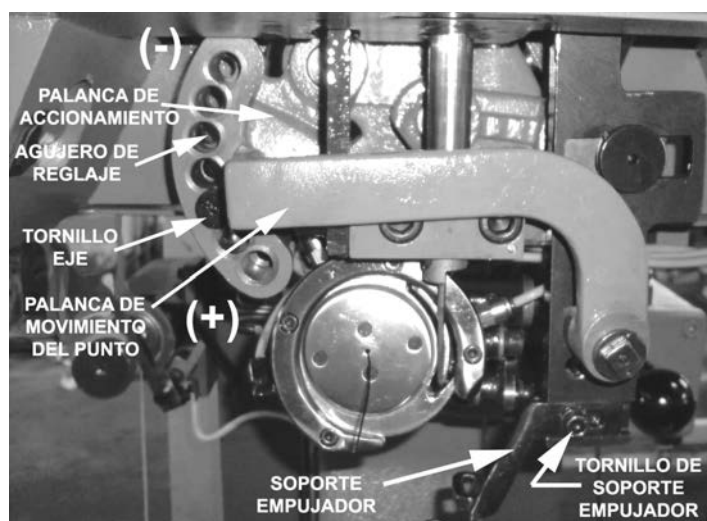

Figura 8
- ✓ Retire el tornillo eje (figura 8) y póngalo en uno de los agujeros abajo (para aumentar el tamaño del punto) o en alguno de los agujeros arriba (para disminuir el tamaño del punto);